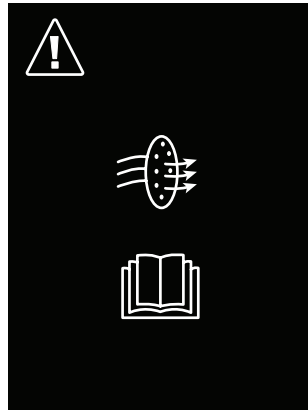

Fig. 14: Controllo del filtro
- ! Per garantire un'ottima prestazione e longevità del sensore, sostituire il filtro quando è visibilmente sporco o quando viene visualizzata la schermata di controllo del filtro (vedi Fig. 14).
Quando il timer interno avrà accumulato circa 30 ore di utilizzo, apparirà la schermata di controllo del filtro del sensore al momento dell'accensione dell'unità (vedi Fig. 14).